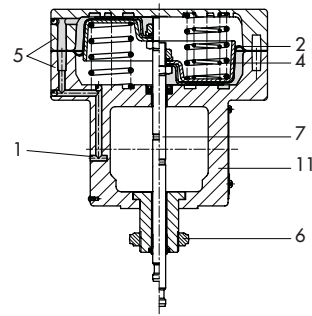

Fig. 10 · Tipo 3277-5 para montaje directo de accesorios
- **Tipo 3277-5** · Superficie membrana 120 cm2, carcasa de fundición a presión de aluminio para el montaje directo de accesorios (fig. 10), opcional con volante manual (fig. 6, 13b)